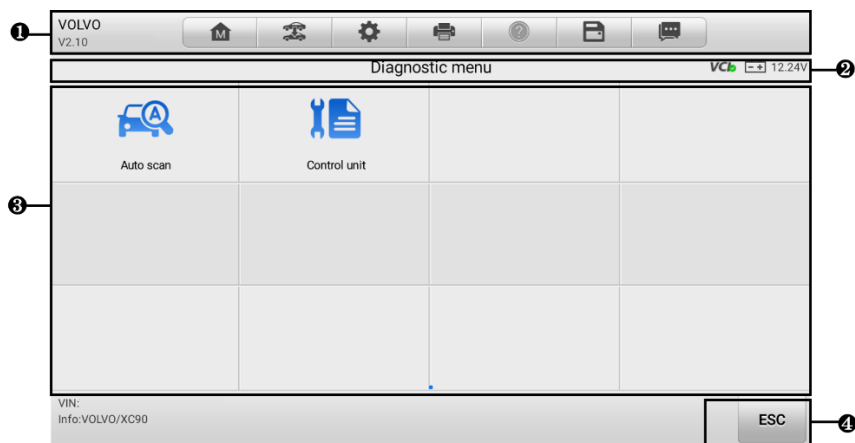

Figura 4-4 Tela do Menu de Diagnóstico
3. Selecione **Detecção Automática** . O tablet inicia a leitura do VIN na ECU do veículo. Assim que o veículo *de* teste for identificado com sucesso, o sistema o guiará para a tela do Menu de Diagnóstico do veículo . Veja Figura 4-4 Tela do Menu de Diagnóstico.